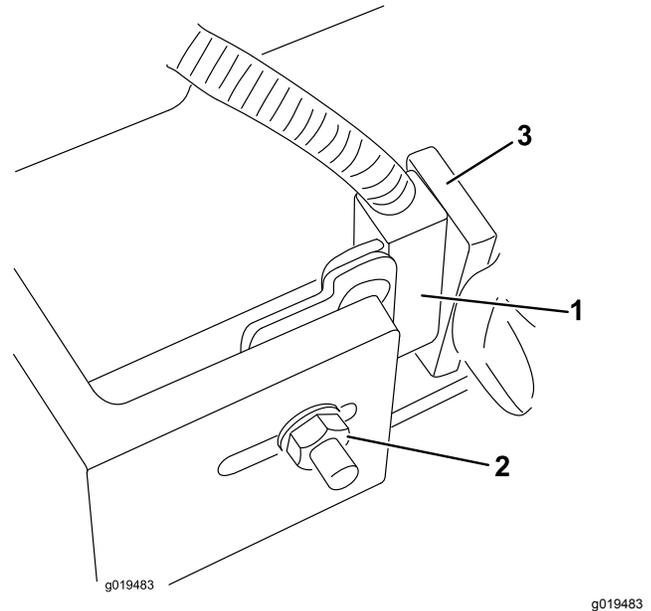

Figura 80
- Afije la tuerca del perno de cuello cuadrado que fija el soporte del interruptor del brazo de elevación a los brazos de elevación n.º 4, 6 y 7 (Figura 80).